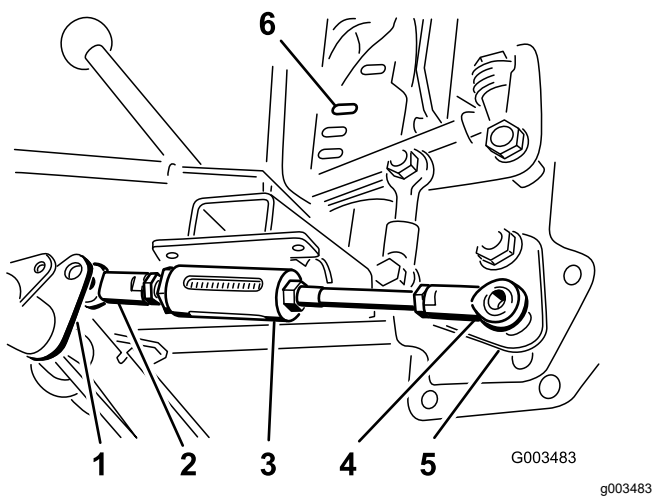

Figura 7
- 1. Posizionate il giunto a sfera del braccio corto del gruppo asta regolabile a destra della leva per l'asta regolabile presente sul tubo orientabile (Figura 7).
3. Collocate il giunto a sfera del braccio lungo del gruppo asta regolabile sul perno che sporge dalla parte inferiore del gruppo maniglia di sollevamento e fissatelo, senza serrarlo, mediante un dado di bloccaggio (1/2") (**Figura 7**).